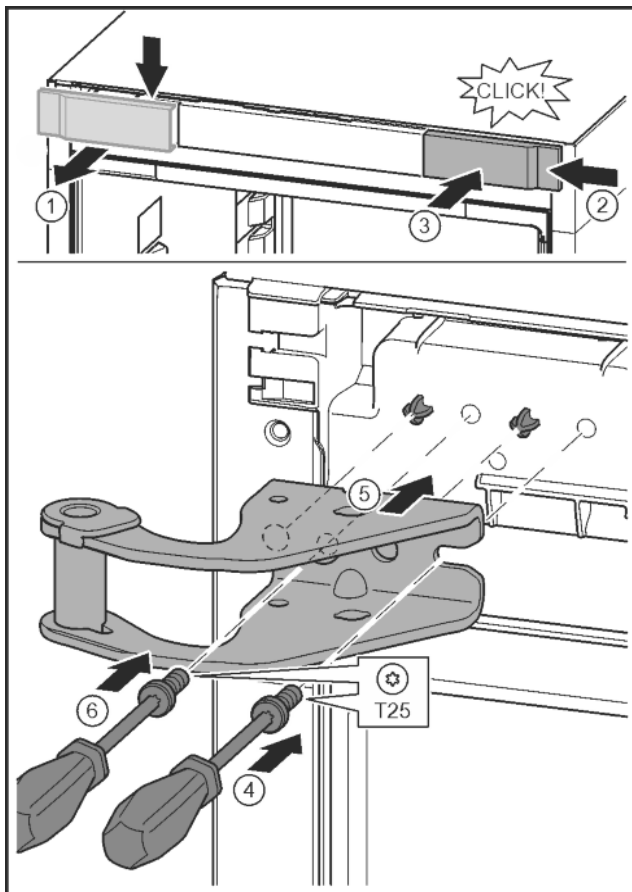

Fig. 16
- ▶ Oldja ki a fedelet, és oldalt vegye le. Fig. 16 (1)
- ▶ A fedelet 180°-kal elfordítva akassza be a másik oldalra jobbról. Fig. 16 (2)
- ▶ Pattintsa be a fedelet. Fig. 16 (3)
- ▶ T25 csavarhúzóval helyezze fel a csavarokat. Fig. 16 (4)
- ▶ Helyezze fel a felső csapágybakot. Fig. 16 (5)
- ▶ Húzza meg a csavart. Fig. 16 (4)
- ▶ A T25 csavarhúzóval helyezze be és húzza meg a csavart. Fig. 16 (6)